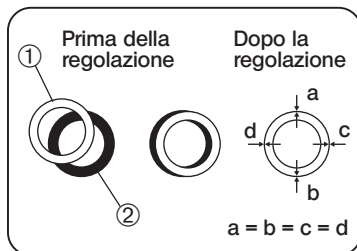

Fig. 31
Operazioni (Fig. 31 & 32)
4. Ruotare la parte superiore del CT-5, in modo che l'anello luminoso ① (anello del condensatore) e l'anello scuro ② (anello dell'obiettivo) siano perfettamente a fuoco (Fig. 31).
5. Sovrapporre l'anello chiaro visto nel CT-5 all'anello scuro fino a che i due anelli siano concentrici, usando le viti di centraggio ③ (Fig. 31 & 32).